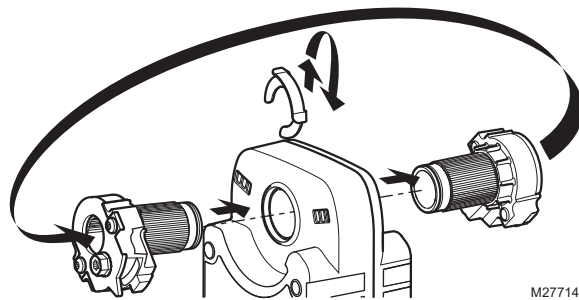

Fig. 29. Placer l'actionneur en position normalement ouvert.
- (1) Modifier le réglage de l'interrupteur à action directe/inverse, ou
- (2) Pour changer le sens du ressort de rappel : déposer, inverser et poser l'actionneur de nouveau sur le support.
- d. Déplacer l'adaptateur d'arbre à centrage automatique du côté opposé à l'actionneur, comme illustré dans la Fig. 29.